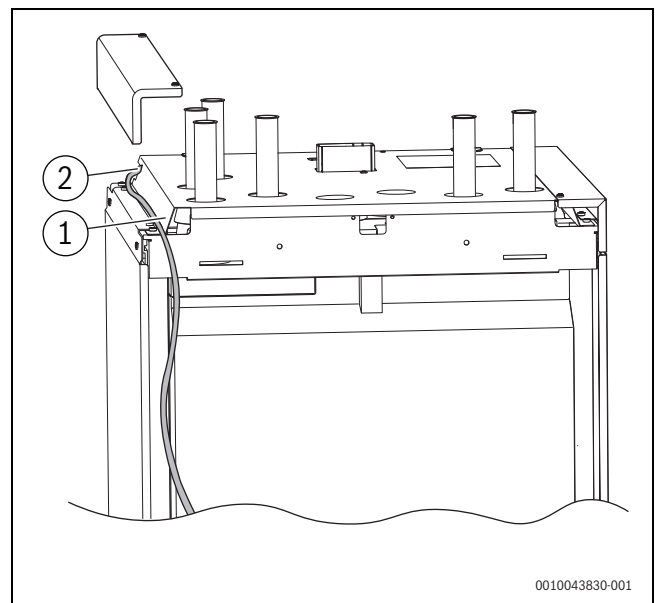

Bild 27 Kabelführung im Gerät
- ▶ Kabel in den Kabelhaltern (→ Bild 27, Pos. [1]) auf der Rückseite der Elektronikbox befestigen und zu den Kabeldurchführungen führen.